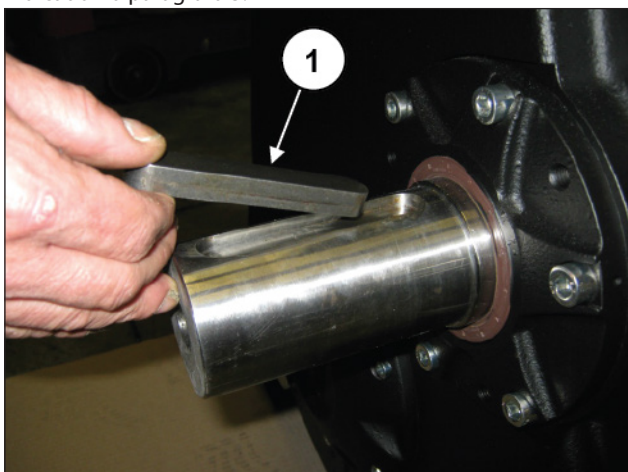

Fig. 145
Aplique a lingueta no eixo do PTO (pos. ①, Fig. 145).